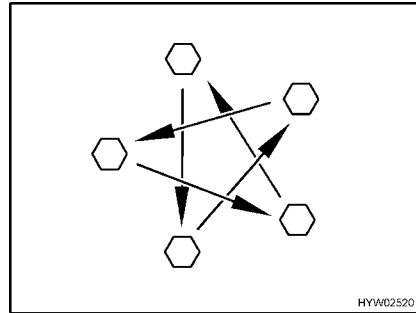

Fig. 317 Apretar las tuercas o los tornillos de las ruedas en forma de cruz
- Comprobar periódicamente que las tuercas o tornillos de las ruedas estén firmemente apretados. Volver a apretar las tuercas de rueda o los tornillos de rueda de una rueda cambiada después de 50 km (Fig. 317). Par de apriete, véase apartado 14.5.2.
- Al utilizar llantas nuevas o recién pintadas, reajustar además las tuercas o tornillos después de 1 000 a 5 000 km aprox (Fig. 317).
- ▷ Apretar en forma de cruz las tuercas o los tornillos de las ruedas (Fig. 317).